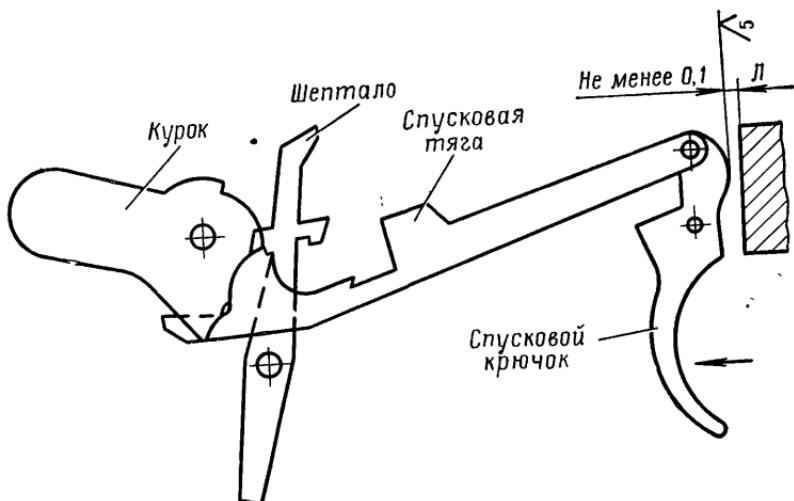

Рис. 52. Схема положения частей спускового механизма
Вставить щуп толщиной 0,1 мм между головкой спускового крючка и стенкой гнезда в рамке (размер L на рис. 52) и нажать до отказа на спусковой крючок, при этом должен произойти спуск курка с боевого взвода.
14.16. Если спуск курка не произойдет, то опилить головку спускового крючка по рис. 52.